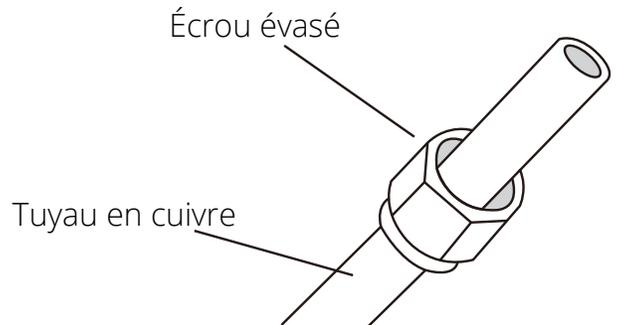

Fig. 2.11
3. Retirer la vanne d'arrêt de l'unité extérieure et retirer l'écrou évasé de la pochette des accessoires de l'unité intérieure. Monter l'écrou évasé sur le tuyau - voir la **Fig. 2.11**.